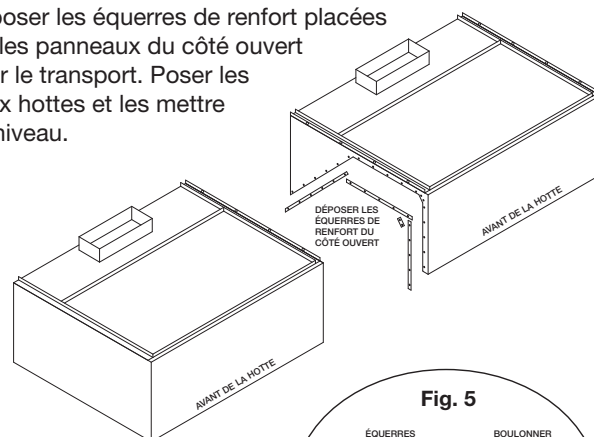

Fig. 5
2. Après les avoir mises de niveau, les attacher ensemble en les soudant par points et/ou en boulonnant les cornières situées sur le dessus des hottes dans le sens de la largeur (Fig. 5).